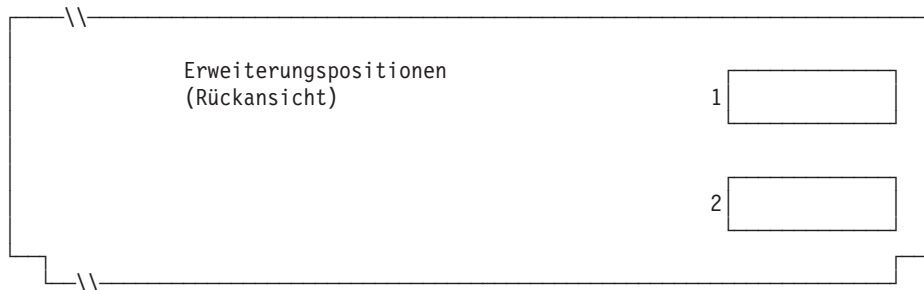

Abbildung 80. Rückseite der Datenkasse IBM 4693-4x1
4. In Abb. 80 jede Erweiterungsposition, in der ein Dual-Asynchronadapter **zur Benutzung durch die Kassenprogramme** installiert ist, mit einem X kennzeichnen. Sind die Adapter zur Benutzung durch andere Anwendungen (als die Kassenprogramme) vorgesehen, keine Kennzeichnung vornehmen.